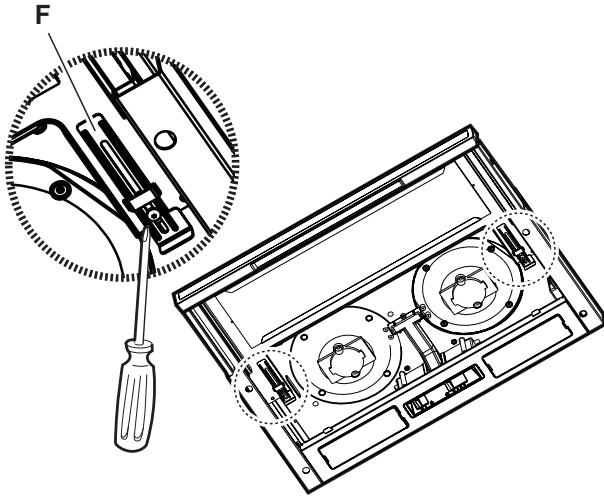

Fig. 5 - Abb. 5 - Afb. 5
8. Den Lauf des ausziehbaren Fachs durch Einstellen der zwei Anschläge **F** nach der Tiefe des Hängeschanks ausrichten (Abb. 5). Auf diese Weise ist es möglich, die Stirnseite auf Kante mit dem Hängeschrank zu setzen (Abb. 5).
8. Regulate the gliding of the extractable drawer in relation to the depth of the wall cabinet by acting on the two skirting boards **F** (Fig. 5).
In this way it will be possible to place the front in line with the wall cabinet (Fig. 5).